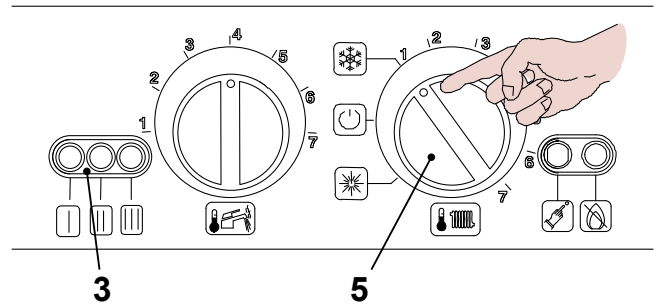

рис. 2.2
- Подайте электрическое питание на бойлер с помощью двухполюсного выключателя; сигнальная лампа 3 в рис. 2.2 будет мигать с интервалом в 4 секунды.
- Поверните переключатель 5 как на рис. 2.2 ; сигнальная лампа 3 начнет мигать с интервалом в 2 секунды.